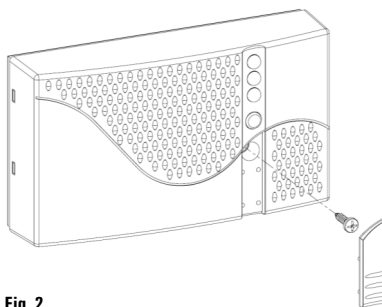

Fig. 2
Pentru a accesa părțile interne ale detectorului de gaze, desurubați șurubul care se află sub lamela de strângere dispus pe partea din față (Fig. 2).
3. Îndepărtați capacul cum se arată în Fig. 2: